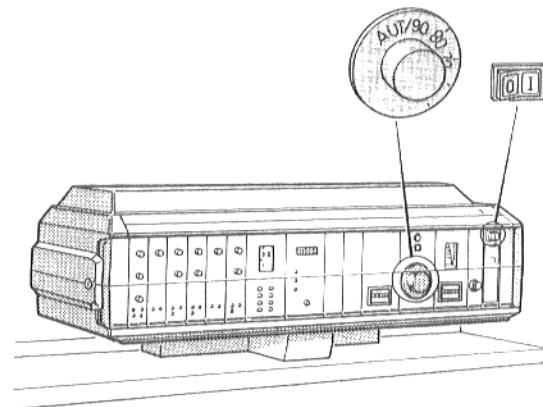

Рис. 30
- Установить переключатель (рис. 30) на I (ВКЛ.)
- Установить регулятор температуры котельной воды (рис. 30) на желаемую температуру. У “Ecomatic-регулировании“ на “AUT“.